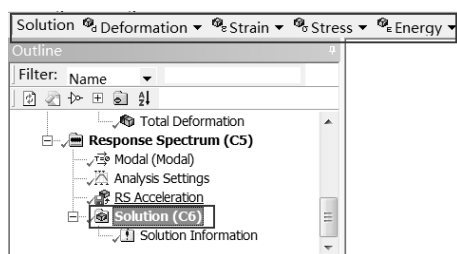

图 8-32 Solution 工具栏
Step1：选择 Mechanical 界面左侧 Outline（分析树）中的 Solution（C6）选项，此时会出现如图 8-32 所示的 Solution 工具栏。